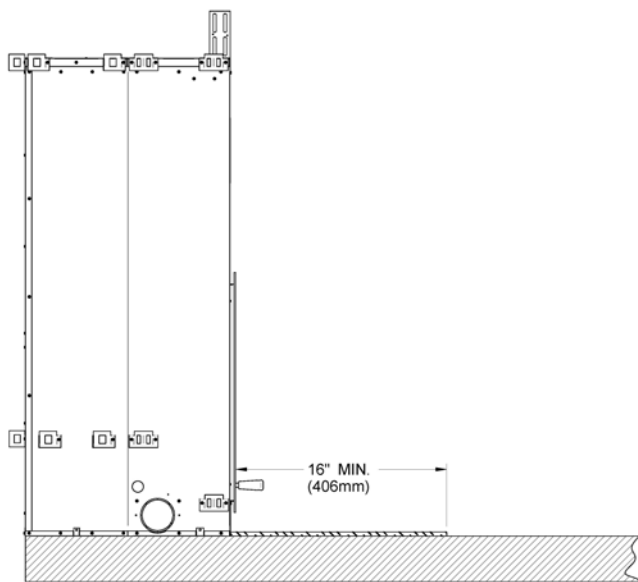
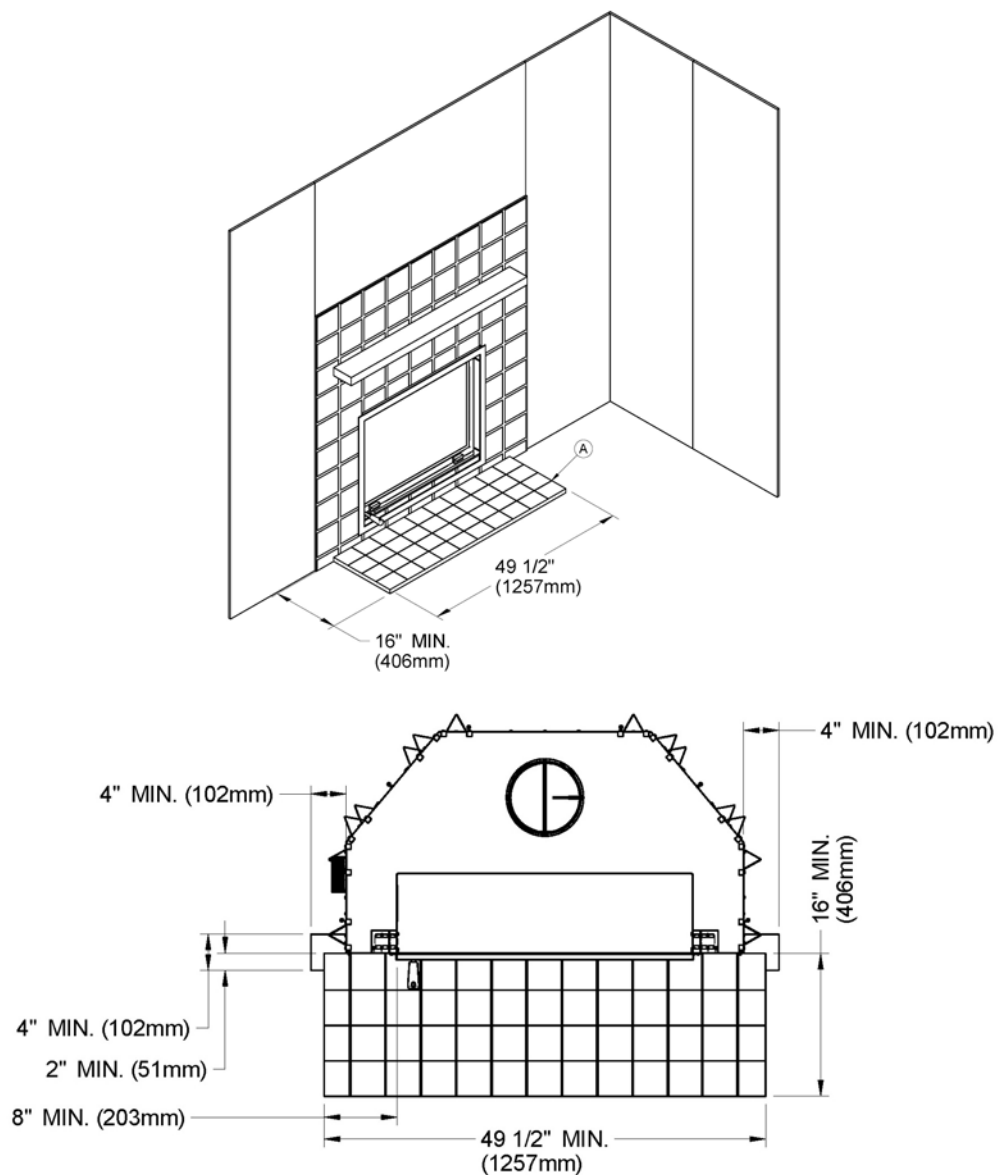

Figure 8 Installation du foyer sur une base surélevée
Figure 10
La zone d'extension de l'âtre (voir (A) Figure 10) doit mesurer au moins 16" (40 cm) en avant et au moins 8" (20 cm) de chaque côté de l'ouverture de la porte du foyer (voir Figures 8 et 10). Le joint entre l'extension de l'âtre et le foyer doit être protégé par un matériel non-combustible, par exemple, une plaque de métal ou du coulis de ciment tel qu'illustrée à la Figure 11.